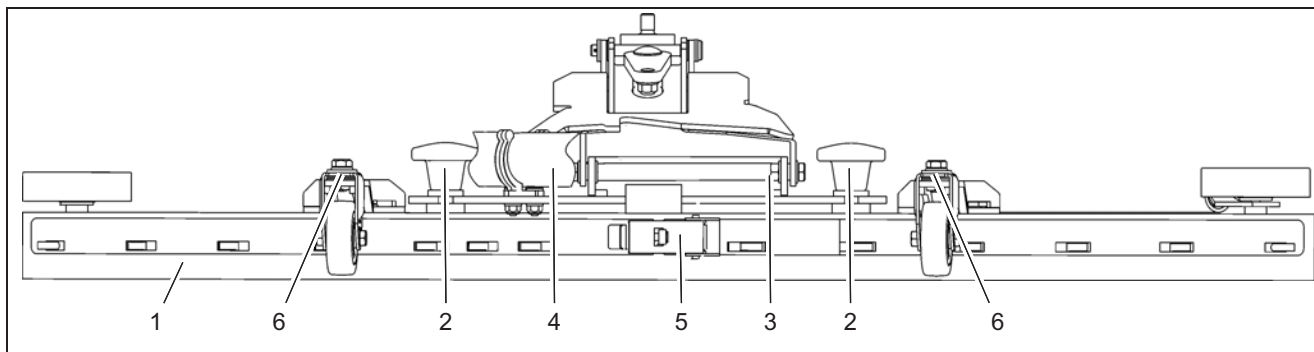

Abb.12
Den Saugfuß (Abb. 12/1) täglich kontrollieren und bei Bedarf reinigen. Zum Reinigen den Saugfuß ausheben, den Saugschlauch (Abb. 12/4) abziehen, die beiden Sterngriffe (Abb. 12/2) lösen und den Saugfuß abnehmen.
Die innere und äußere Dichtleiste am Saugfuß (Abb. 12/1) wöchentlich auf Verschleiß kontrollieren. Die Dichtleisten lassen sich vierfach verwenden.
3. Den Spannverschluß (Abb. 12/5) lösen und die äußere Dichtleiste abnehmen. Die Dichtleiste drehen oder bei Bedarf wechseln. Die innere Dichtleiste sinngemäß wechseln.